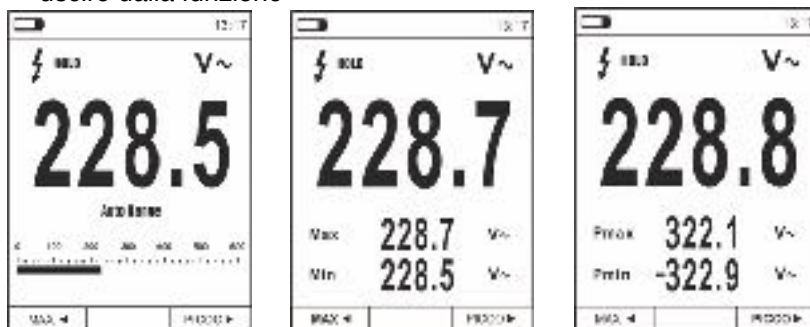

Fig. 9 Misura MAX/MIN e PICCO
1. Premere il tasto **MAX** ◀ per entrare nella misura dei valori MAX e MIN della grandezza in esame (vedere Fig. 9 – parte centrale). I simboli “MAX” e “MIN” sono mostrati a display
6. Premere il tasto **PICCO** ▶ per entrare nella misura dei valori di Picco della grandezza in esame (vedere Fig. 9 – parte destra). I simboli “Pmax” e “Pmin” sono mostrati a display e i valori sono aggiornati con le stesse modalità della funzione MAX/MIN